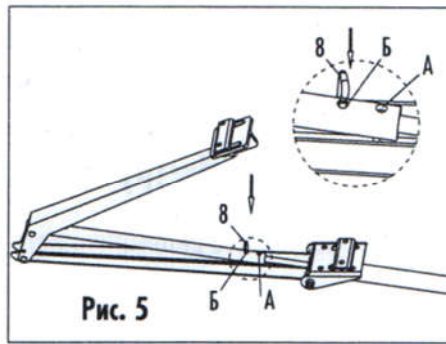

Рис. 5
4.1. Если Ваша форточка открывается более, чем на 40 см.: Вставьте поршень (3) в нажимную штангу (6). Проденьте шпильку (8) через два отверстия: «А» отверстию поршневого цилиндра и отверстие «Б» на нажимной штанге (Рис. 5).
4.2. Если Ваша форточка открывается на 30 - 40 см., - следуйте той же схемы, но используйте только отверстие «А». Затем, вставьте стопорную шпильку (7) в отверстие Рычага Б (Рис. 5).